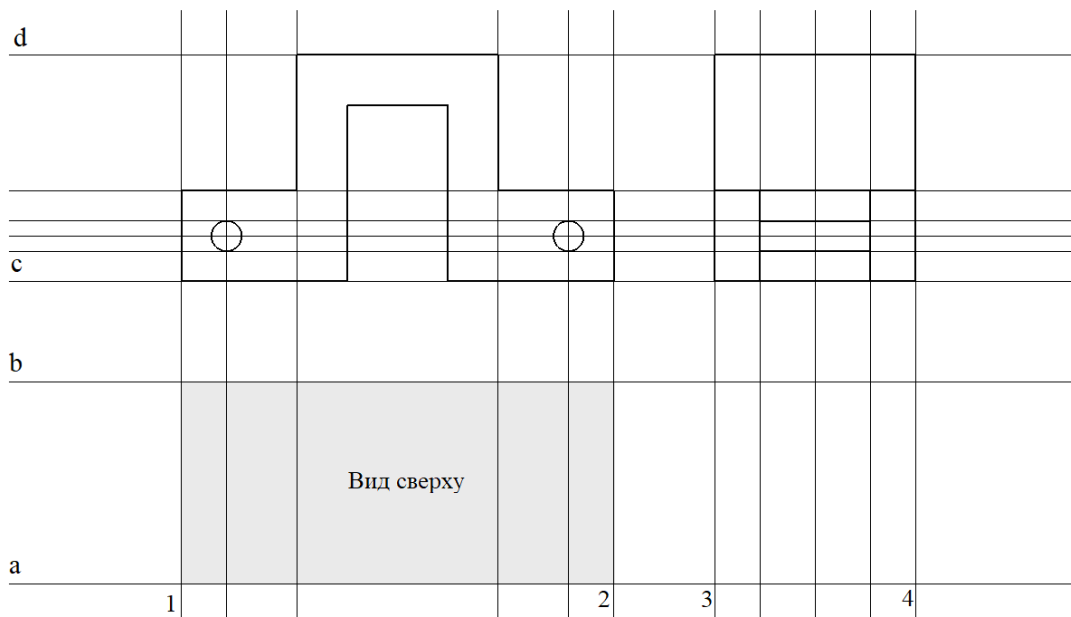

Рисунок 14 – Выполнение работы
4. Постройте изображения главного вида и вида слева с помощью команды «Отрезок» в режиме ортогонального черчения. Построения начинайте с левого нижнего угла вида. При необходимости постройте вспомогательные прямые, изменяйте масштаб изображения и типы линий (рисунок 14).